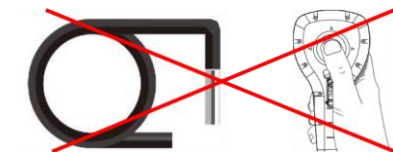

図 50
- ・巻かれた状態 (ループ状) では可動しないください。(図 50)